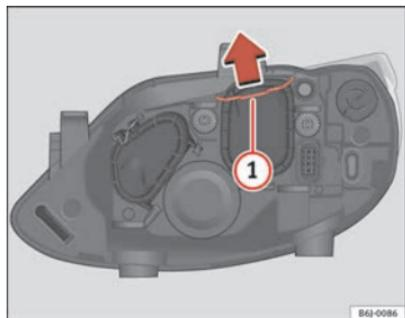

Fig. 133 Médios
- Desloque o tirante ⇒ fig. 133 ① no sentido da seta e puxe a tampa.